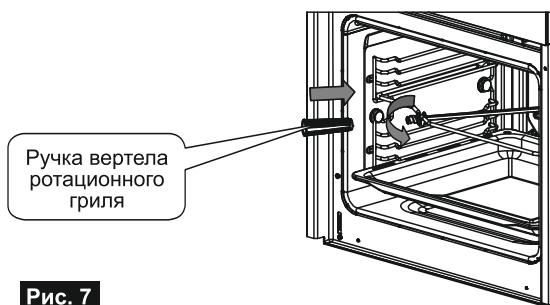

Рис. 7
6. По окончании готовки на вертеле откройте дверцу печи, поверните ручку вертала ротационного гриля, чтобы снять с него готовые продукты (рис. 7). Открутите ручку от вертала.